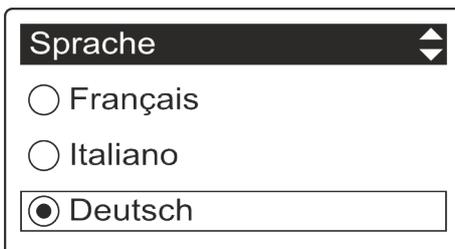

Abb. 4: Menüpunkt Sprache
6. oder betätigen, bis die gewünschte Sprache ausgewählt ist (Abb. 4).